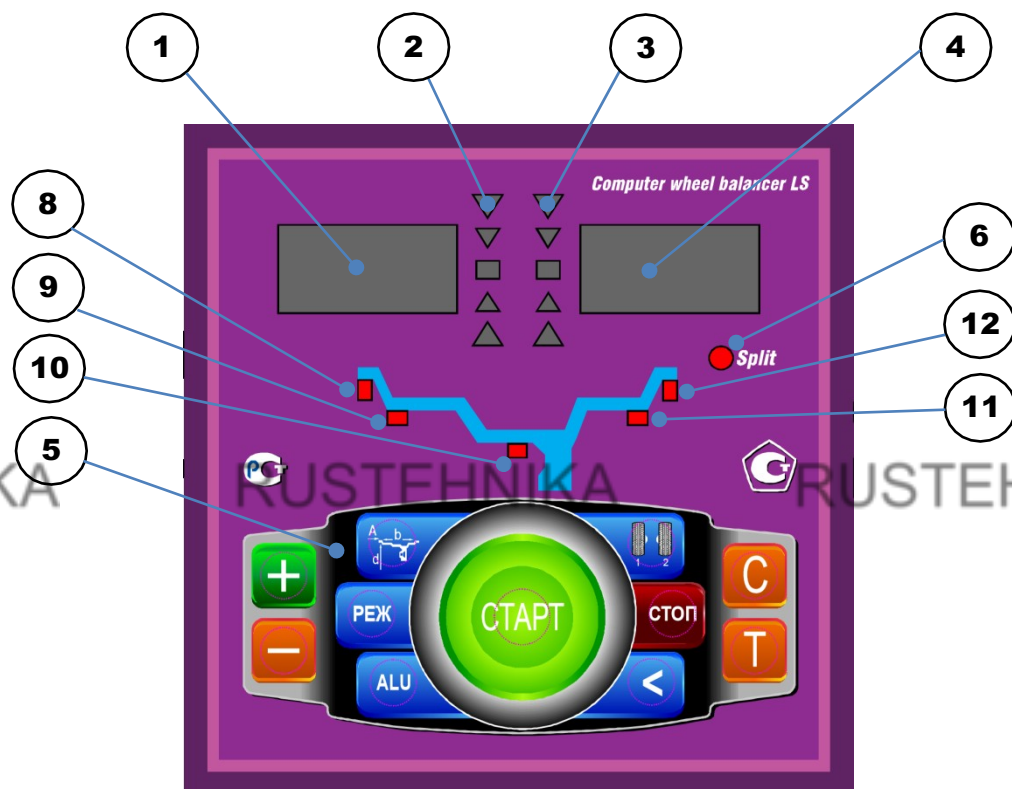

рис.8.1.
8.1. Общий вид лицевой панели показан на рис. 8.1.
При выдвигении штанги на индикаторах 1 (рис. 8.1) отображается значение параметра "A". Значение параметра "d" отображается на индикаторах 4.
Для ввода ширины нажмите кнопку "+" или "-" на индикаторах 1(рис.8.1) высветится "-b-", а на индикаторах 4 значение ширины диска. Через 2-3 сек после установки ширины индикаторы в режим отображения текущего дисбаланса.
Дважды нажать кнопку "A, d, b", после чего на индикаторах 1 (рис.8.1) загорается символ "A", а на индикаторах 4 исходная величина дистанции. Нажимая кнопки "-" и "+" установить на индикаторах 4 требуемую величину дистанции. Через 2-3 сек после установки дистанции показания на индикаторах 1 и 4 возвращаются к отображению текущего дисбаланса, а кнопки "-" и "+" возвращаются в режим ввода ширины обода.
11.1. Переключение схем ALU1-ALU5 осуществляется последовательным нажатием кнопки "ALU" при этом схема установки грузов отображается загоранием соответствующих светодиодов 8-12 (рис.8.1), кроме того, на индикаторах 1 отображаются символы ALU, а на индикаторах 4 номер 1-5. Через 2-3 сек. после установки требуемой программы ALU индикаторы 1-4 переходят в режим отображения дисбаланса.
12.3. Для входа в программу Split удерживайте кнопку РЕЖ, до того, как загорится светодиод 6 (рис.8.1) и на индикаторах 1 загораются символы "SPn", означающие, что необходимо ввести число спиц обода колеса, подлежащего балансировке. При этом на индикаторах 4 загорается цифра 5. Если число спиц колеса отличается от 5, кнопками "-" и "+" установить на индикаторах 4 фактическое число спиц колеса.
12.4. Запустите СБ. После остановки вала установите любую спицу обода колеса вертикально вверх (на 12 часов) и нажмите кнопку С. После чего, на индикаторе 1 и линейке 2 (рис.8.1) будут указаны величина и место установки корректирующего груза на внутренней плоскости.
Эта функция обеспечивается тем, что каждый раз при вводе новых геометрических параметров и установке требуемой программы ALU, предыдущее состояние запоминается. Для перехода от одного набора параметров к другому необходимо нажать кнопку "1-2". Визуальный контроль того, какие параметры установлены в данный момент, осуществляется нажатием "А, d, b" на индикаторах 4 (рис.8.1) будут последовательно отображены, установленные в данный момент диаметр, ширина обода и дистанция.
14.1. При включении тумблера питания СБ на индикаторах 1 (рис. 8.1) высвечивается трёхзначное число -номер версии программного обеспечения. Через 2-3 сек на индикаторах 1 и 4 должны загореться нули, кроме того должны загореться светодиоды 8 и 12, что свидетельствует о включении режима стандартной балансировки с установкой на обеих плоскостях коррекции грузиков на пружинках. На линейках 2 и 3 (рис. 8.1) должны загореться центральные светодиоды.
14.2. При включении СБ программа измерения дисбаланса настраивается таким образом, что дисбаланс менее 8 г (заводская установка для легкового режима) на любой плоскости коррекции не показывается, в этом случае на индикаторах 1 и 4 (рис. 8.1) высвечиваются "0". Минимальный дисбаланс отображающийся на индикаторах 1 и 4 равен 8г. Дисбаланс, превышающий 8г, округляется до величины кратной 5, т. е. дисбаланс 9, 10, 11 и 12 г отображается цифрой 10, дисбаланс 13, 14, 15, 16 и 17 г - цифрой 15 и т. д. Для просмотра неокруглённого значения дисбаланса или дисбаланса менее 8г. необходимо нажать кнопку "<", при этом на индикаторах 1 и 4 на 2-3 сек высвечиваются фактические значения дисбаланса, определённые в данном запуске.